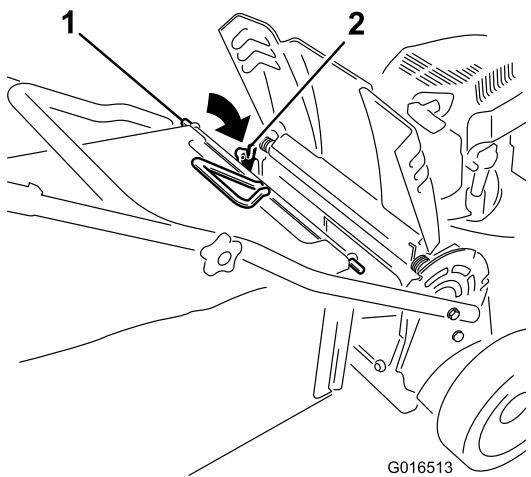

Рисунок 26
- 3. Вставьте штангу мешка в выемки в основании рукоятки и покачайте мешок вперед-назад, чтобы убедиться в том, что штанга находится в нижней и верхней выемке; см. Рисунок 26.